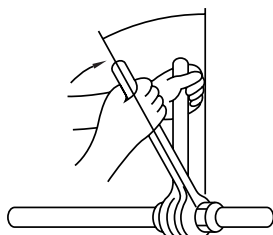

Fig. 5-8
- Aplique uma camada fina de óleo refrigerante na superfície de encaixe do tubo. (Fig. 5-8)